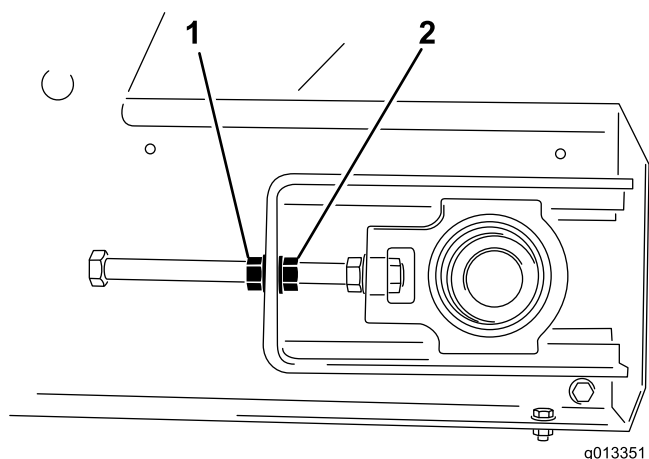

図 55
3. ベルトが寄ってくる側で調整する。テンショナロッドが回らないようにロッドの端部を押さえながらロッキングナットをゆるめ、調整ナットをナットの面分締めつける 図 55。